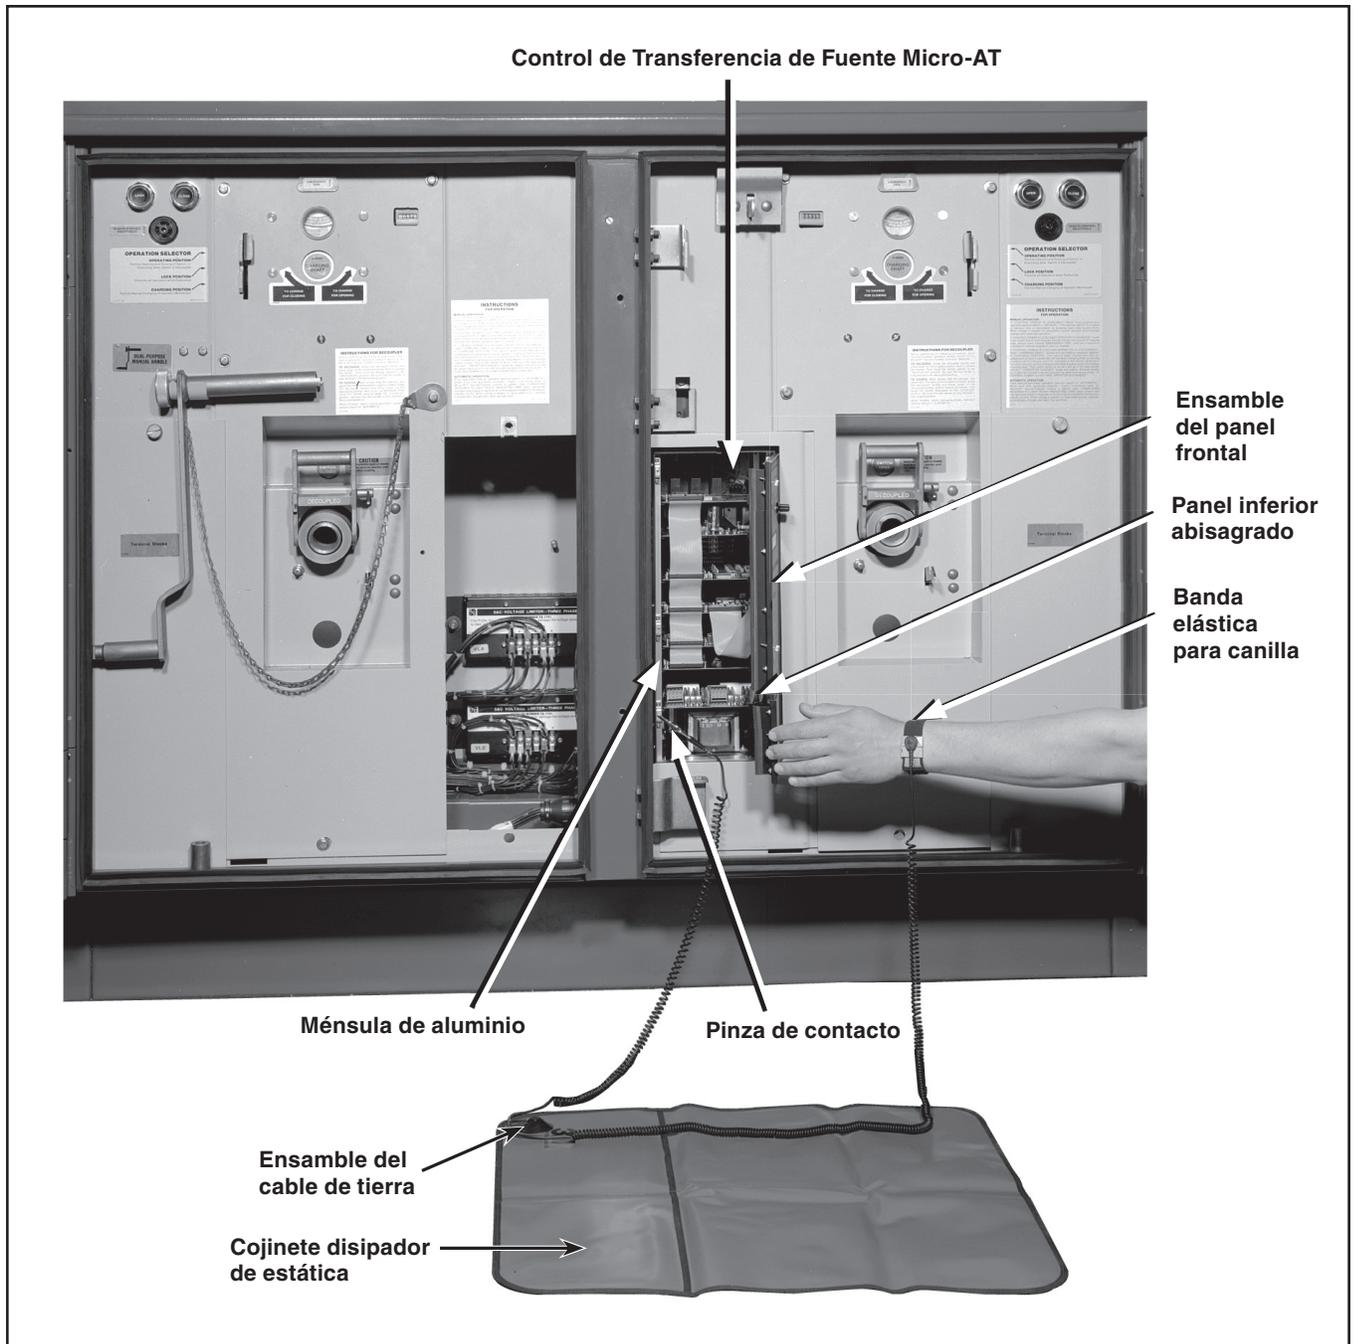

Figura 2. Configuración del Paquete de Servicio Portátil Disipador de Estática 3M 8501.
PASO 4. Abra el cojinete disipador de estática en frente del Control de Transferencia de Fuente Micro-AT. Ver Figura 2 en la página 7.
Afloje los dos tornillos que sujetan el ensamble del panel frontal y abra el ensamble del panel frontal. También afloje el tornillo que detiene el panel inferior abisagrado y ábralo. Ver Figura 2 en la página 7.
PASO 5. Conecte el ensamble del cable de tierra al cojinete con un seguro de presión grande. Ver Figura 2 en la página 7.
PASO 6. Sujete la pinza de contacto de la conexión de cable que sea más corta de las dos que hay con unas de las tres ménsulas de aluminio del gabinete de control del lado de la fuente. Ver Figura 2 en la página 7. Por lo general es más conveniente utilizar la ménsula inferior.
PASO 7. Póngase la banda elástica para canilla y sujete la banda de tal manera que le quede ajustada, pero cómoda. Sujete la conexión de cable que sea más corta de las dos que hay con la banda para canilla utilizando una pinza pequeña de plástico. Ver Figura 2 en la página 7.
PASO 2. Sujete el ensamble del cable de conexión a tierra sobre el cojinete utilizando un broche grande de presión. Ver Figura 2 en la página 7.
PASO 4. Coloque la banda elástica para canilla y sujétela de manera que le quede cómodamente. Sujete la más larga de las dos conexiones eléctricas a la banda para canilla utilizando el pequeño broche de presión de plástico. Ver Figura 2 en la página 7.
- (b) Desconecte los enchufes del conector plano con cuidado de sus receptáculos en las tres tarjetas de circuito inferiores. También desconecte el enchufe del conector plano que conecta el ensamble del panel frontal a la tarjeta del CPU. Vea la Figura 2 en la página 7.